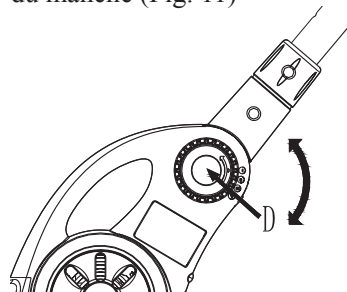

Fig. 11
1. Pressez le bouton d'ajustement (D) au bas du manche (Fig. 11)